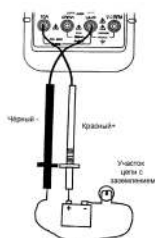

Рис. 1
- Выберите с помощью кнопки $\blacktriangleright\text{||}$ / $\bullet\text{||}$ режим измерения постоянного (DC) или переменного (AC) тока.
- Подключите щупы последовательно к цепи в соответствии с рис. 1.